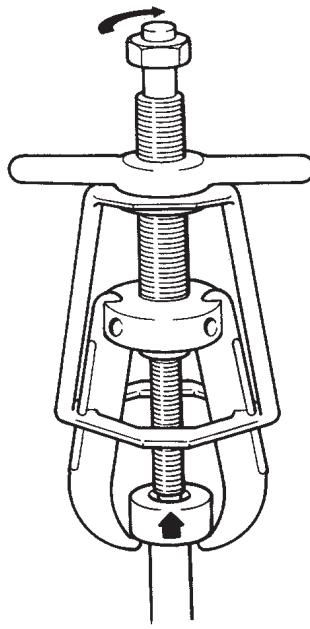

Figure 4
6. S'assurer que le centre de l'extracteur est aligné sur celui de l'arbre de la pièce à extraire. À l'aide d'outils à main exclusivement, serrer le boulon central pour dégager la pièce de son arbre. (voir la figure 4.)